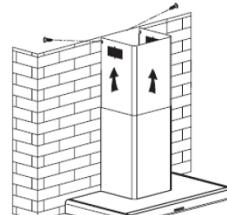

Abb. 14
— Heben Sie den Außenkamin bis zur Decke und befestigen Sie ihn mit den Schrauben an der Lasche. (Abb. 14).
- Heben Sie den Außenkamin bis zur Decke und befestigen Sie ihn mit den 2 Schrauben an der Lasche (Abb. 14).